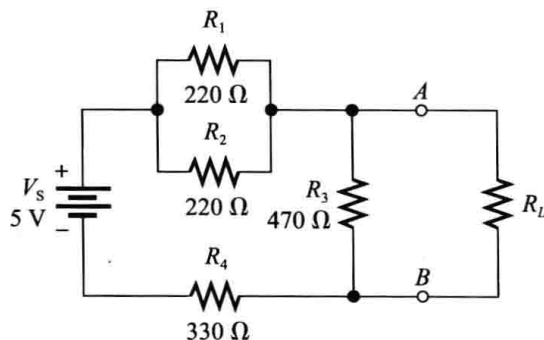

图 6-55
5. 对于图 6-55 所示的原电路, 从输出端 A、B 看进去求戴维南等效电路。